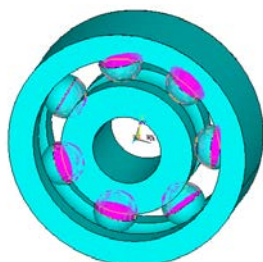

图 11-38 选择接触面的显示
②创建接触面：屏幕再次弹出“Contact Wizard”对话框，单击“Next”按钮，弹出“Contact Wizard”对话框，在“Contact Element Type”下面的单选栏中选中“Surface-to-Surface”，单击“Pick Contact”按钮，弹出一个拾取框，在图形上单击拾取滚珠与内环的接触面，如图 11-38 所示，单击“OK”按钮，再次弹出“Contact Wizard”按钮，单击“Next”按钮。